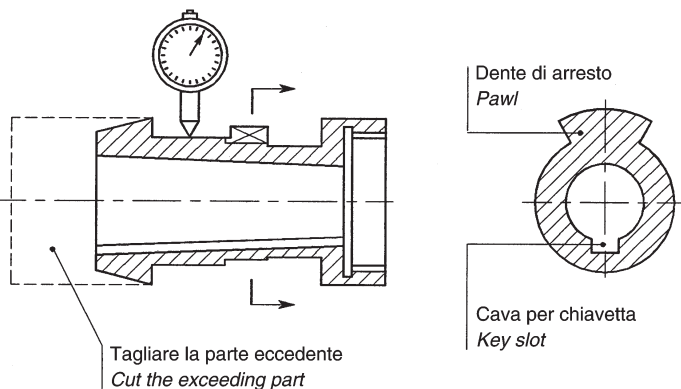

Fig. 10
7) **ISTRUZIONI PER ESEGUIRE IL FORO CONICO NEL MOZZO - INSTRUCTIONS TO MAKE A TAPERED BORE IN THE PROPELLER HUB:** Tagliare la cava della chiavetta dalla parte opposta al dente di arresto per non indebolire il dente stesso (Fig. 10). *Cut out the key slot on the side opposite the pawl so as not to weaken the same (Fig. 10).*